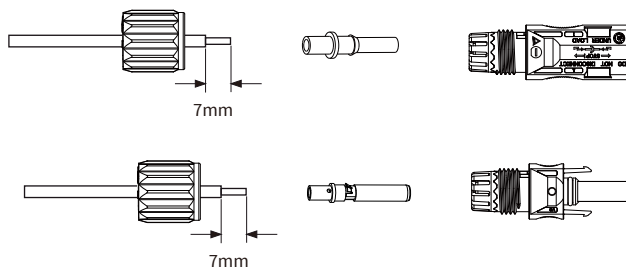

Bild 3.3 Abdrehen der Überwurfmutter des Steckers
a) Das DC-Kabel ca. 7 mm abisolieren, die Überwurfmutter des Steckers abdrehen (siehe Bild 3.3).